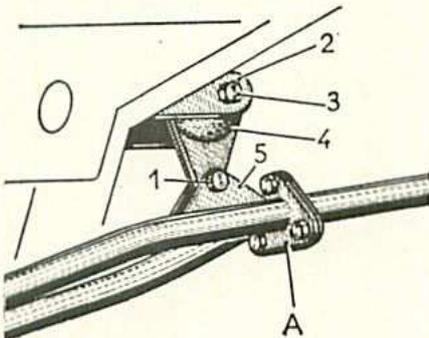

Fig. 5. — Bloc élastique arrière sur voiture L1.
- Par la vis et rondelle (3) fixer la patte (4) sur le bloc élastique, ne pas bloquer.
- Mettre en place le bloc élastique, muni de sa patte et poser les 4 boulons (1) et (2), les bloquer.
- Bloquer la vis (3).
- Déposer l'écrou, la rondelle Grower et la vis (1) fixant le bloc élastique (4) sur les flasques de l'échappement (5). S'aider d'un cric pour soulever en «A» (fig. 5) la tubulure d'échappement, si l'on éprouve des difficultés pour dégager la vis (1).